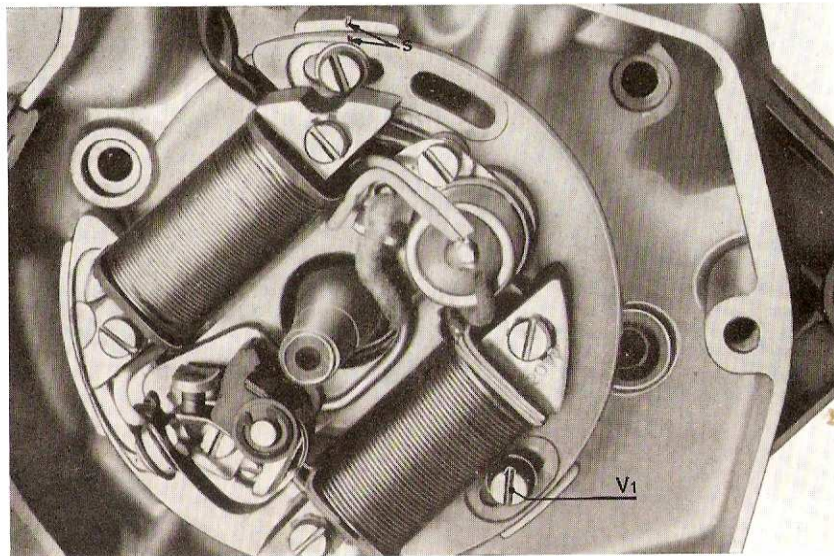

Fig. 3 - Repères entre le support et le carter moteur
6. Fig. 3 - Marquer des repères (S) entre le support et le carter pour faciliter le réglage de l'avance pendant le remontage. Enlever le support du carter en dévissant les 3 vis V 1.
Fig. 3 bis - Démontage du pignon avant
7. Fig. 3 bis - Avec l'outil 64753 et une clé polygonale de 22 mm. retirer l'écrou et la rondelle du sûreté, dégager le pignon de l'arbre secondaire.